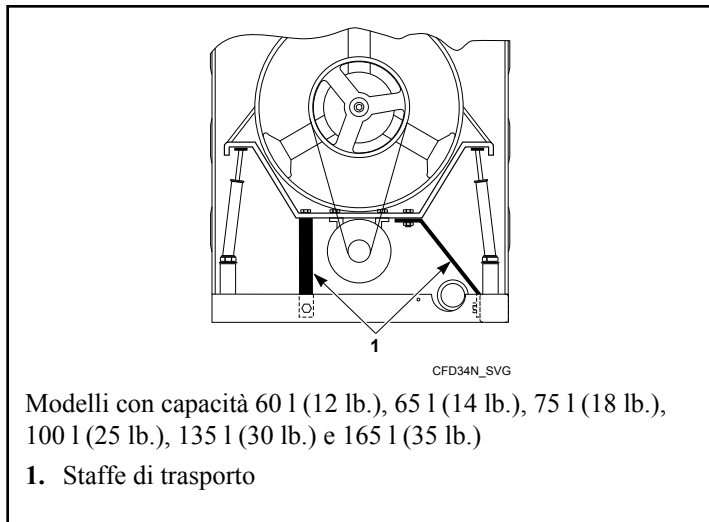
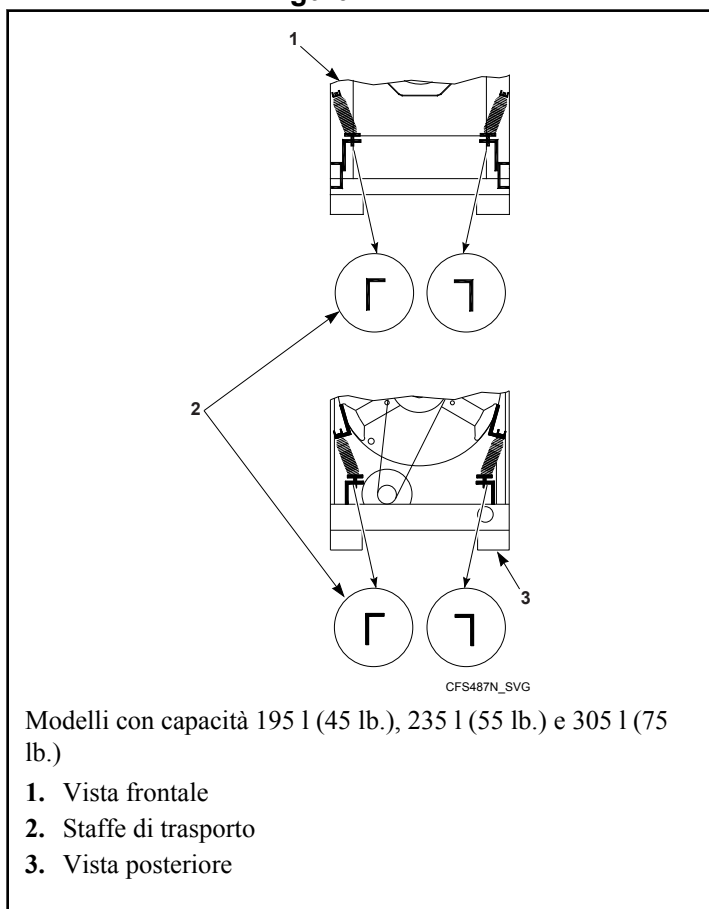

Figura 12
Figura 13
9. Togliere le quattro staffe rosse usate durante il trasporto per bloccare gli elementi che si muovono in operazione. Per l’ubicazione delle staffe per il trasporto, vedere *Figura 12* , *Figura 13* e *Figura 14* .
I modelli con capacità 60 l (12 lb.), 65 l (14 lb.), 75 l (18 lb.), 100 l (25 lb.), 135 l (30 lb.) e 165 l (35 lb. includono due staffe per il trasporto. Consultare la *Figura 12* .
I modelli con capacità 195 l (45 lb.), 235 l (55 lb. e 305 l (75 lb.) includono quattro staffe per il trasporto. Consultare la *Figura 13* .